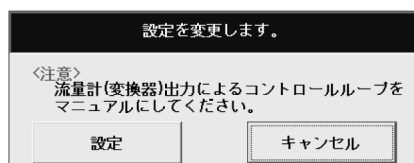

図38
- ④ 「設定」ボタンをクリックすると図38のようなメッセージボックスが現れます。